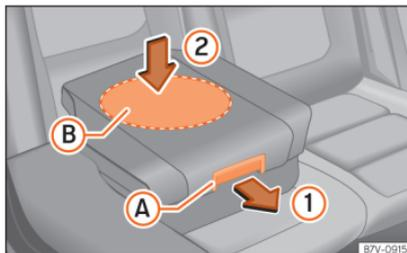

Abb. 99 Integrierter Kindersitz: Sitzpolster zurückklappen.
- Sitzpolster am Entriegelungshebel »» Abb. 99 (A) in Pfeilrichtung (1) nach vorn ziehen.
- Sitzpolster im mittleren Bereich (B) in Pfeilrichtung (2) nach unten drücken, damit es sicher einrasten kann »» (1). Die Seitenhalter klappen automatisch ein.
Beim Zurückklappen des integrierten Kindersitzes nur in der Mitte auf das Sitzpolster drücken »» Abb. 99 (2). Andernfalls kann sich das Sitzpolster verkanten und nicht sicher einrasten.